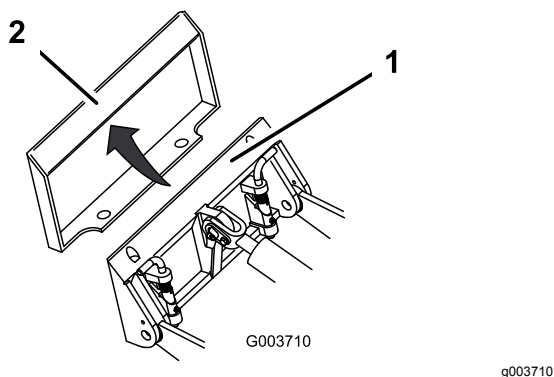

Рисунок 32
- Введите монтажную поверхность в верхний выступ установочной пластины навесного орудия (Рисунок 32).